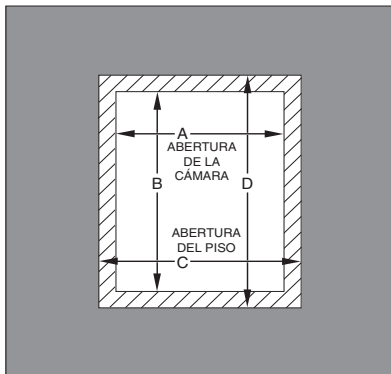

Fig. 10 – Dimensiones de las aperturas del piso y la cámara
2. Abra un agujero en el piso (consulte la Tabla 4 y la Fig. 10).
3. Construya la cámara según las dimensiones especificadas (consulte la Tabla 4 y la Fig. 10).